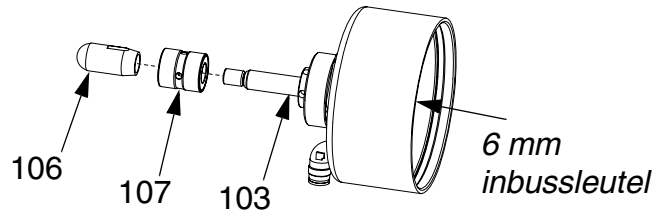

FIG. 9
6. Breng smeervet aan op de zuigerstang en installeer het U-vormige patroon (107) tegen de luchtbehuizing (102), waarbij de open kant van de U-vormige bekertjes van het luchtgedeelte weggedraaid is. Zie FIG. 9.
7. Veeg het smeervet van de schroefdraad van de zuigerstang. Breng purperen anaerobe lijm (geleverd bij de reparatieset) aan op de mannelijke en vrouwelijke schroefdraad en installeer vervolgens de kogelbehuizing (106). Draai aan tot 40 ft/lbs (54 N•m). Zie FIG. 9.